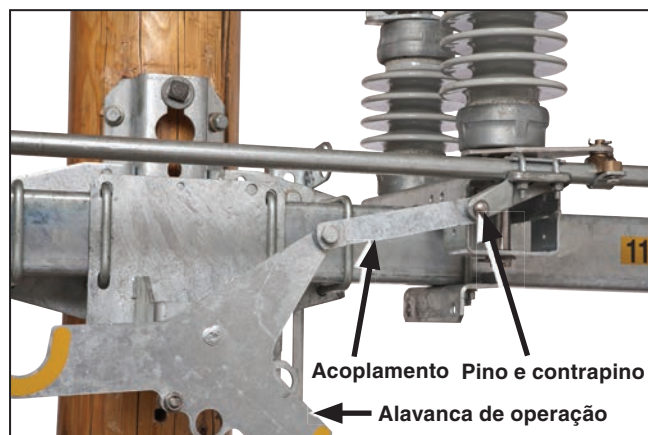

Figura 3. Instalação do pino e do contrapino para conexão do acoplamento.
PASSO 2. Com a chave parcialmente na posição **Aberta**, use o pino e o contrapino fornecidos para fazer a conexão entre a alavanca de operação e o conjunto articulado de acoplamento, como mostrado na Figura 3.